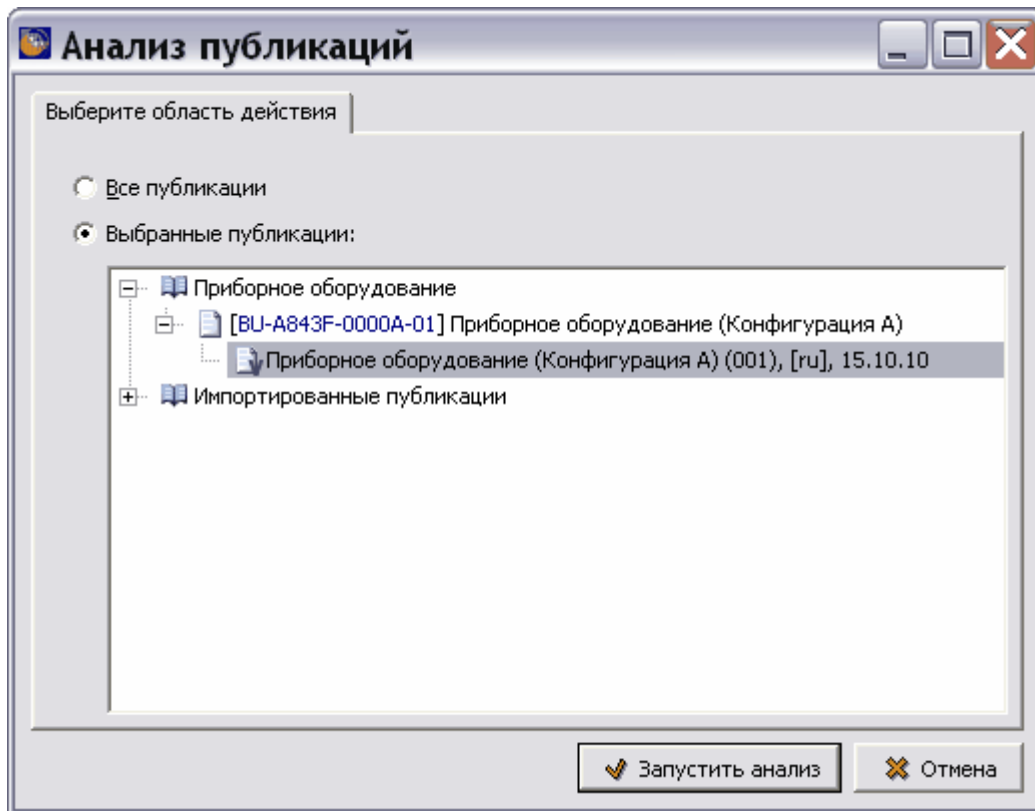

Рис. 8.154
4. Включите радиокнопку **Выбранные публикации**. После этого станет доступно окно для выбора публикаций. Выберите публикацию для анализа (Рис. 8.154).